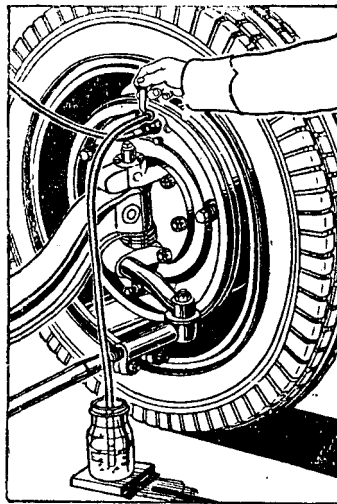

Рис. 36. Удаление воздуха из тормозного трубопровода.
3. На цилиндре правого заднего колеса отвернуть болт-пробку перепускного клапана и ввернуть вместо него специальный штуцер с надетым на него резиновым шлангом длиной 350—400 мм. Открытый конец шланга опустить в тормозную жидкость, налитую в стеклянный сосуд емкостью не менее 0,5 литра. Жидкость наливать в сосуд до половины его высоты (рис. 36).